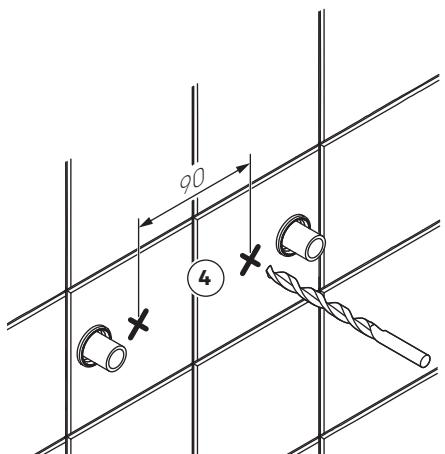

Fig. 1
- 4.** Skruvinfästningar i våtzon 1 ska göras i betong eller annan massiv konstruktion, träreglar, tråkortlingar eller i konstruktion som är provad och godkänd för infästning, till exempel skivkonstruktion. Se exempel på godkända konstruktioner på säkervatten.se. Alla infästningar i våtzon 1 och 2 ska tätas, se "Fig. 1" eller "Fig. 2". Material för tätning ska fästa mot underlaget och vara vattenbeständigt, mögelresistent och åldersbeständigt.
4. The screw mountings should be of a sturdy design, for instance made of concrete, wooden studs, wooden nogging pieces or a design that has been tested and approved for mounting, e.g. pad design. All attachment points must be sealed. See "Fig. 1" or "Fig. 2". The sealant material must attach firmly to the underlying surface and be water-resistant, mould-resistant and non-ageing.
4. Skruinnfestinger skal gjøres i betong eller annen massiv konstruksjon, trebjelker, trestendere eller i konstruksjon som er testet og godkjent for innfesting, f.eks. platekonstruksjon. Alle innfestinger skal tettes, se "Fig. 1" eller "Fig. 2". Materialelet for tetting skal feste mot underlaget og være vannbestandig, muggresistent og aldersbestandig.